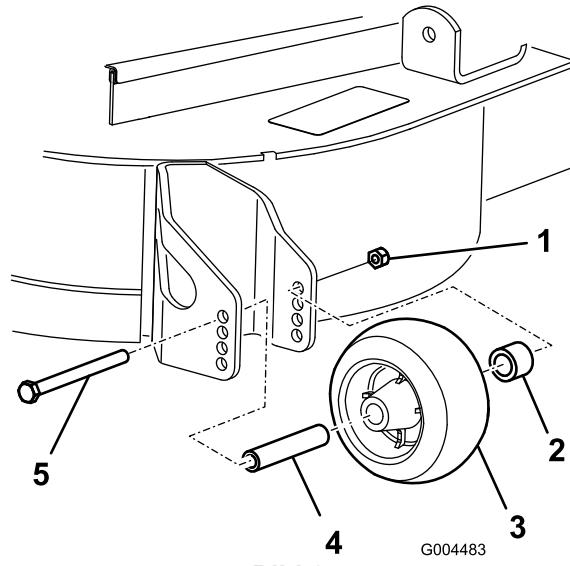

Bild 25
3. Nach dem Einstellen der Schnitthöhe sollten Sie die Rollen einstellen. Nehmen Sie die Bundmutter, die Büchse, das Distanzstück und die Schraube ab (Bild 25).
5. Setzen Sie die Bundmutter, die Büchse, das Distanzstück und die Schraube ein. Ziehen Sie sie auf 54–61 Nm an (Bild 25).